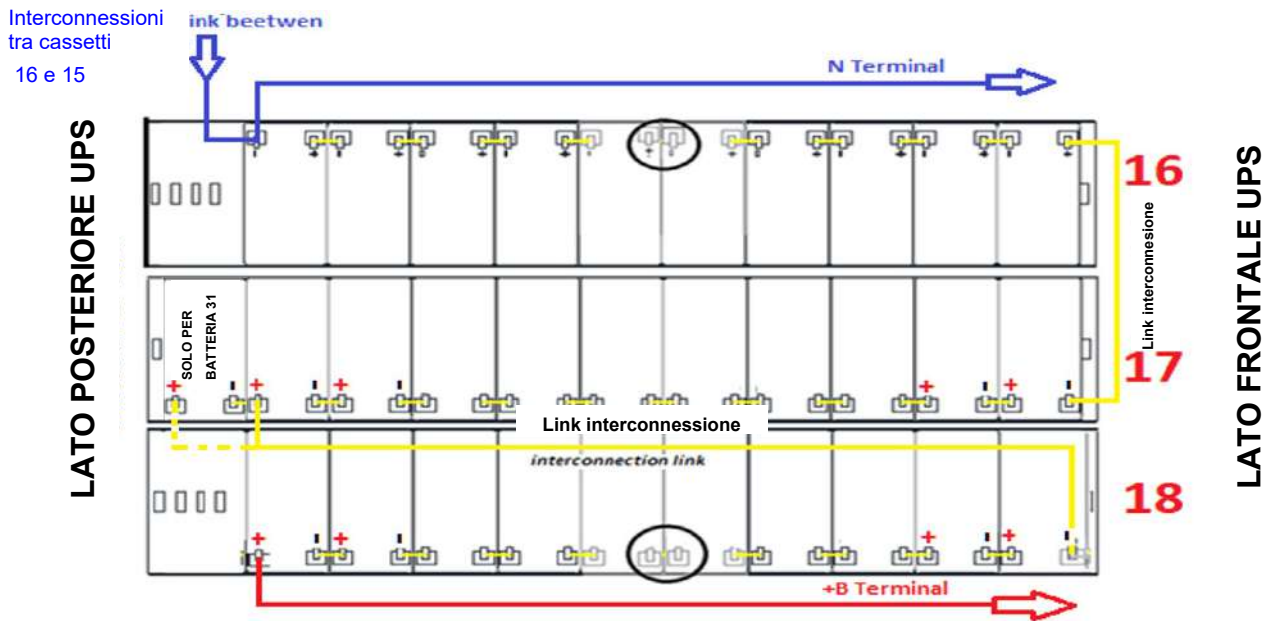

Figura 24 - Vista dall'alto piano N°6 con connessioni batterie
17) Inserire il cassetto n°18 rimuovendo il ponticello cerchiato e inserendo i ponticelli come mostrato nella figura 24.